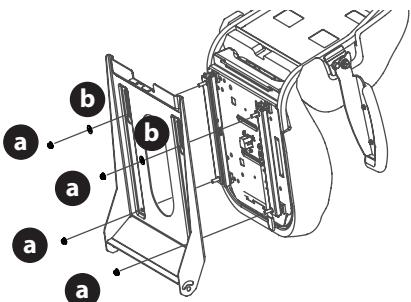

Figura 5
- b. Para un asiento con ajuste de palanca, use las tuercas de seguridad con brida (a) y las arandelas planas (b) (Figura 5).